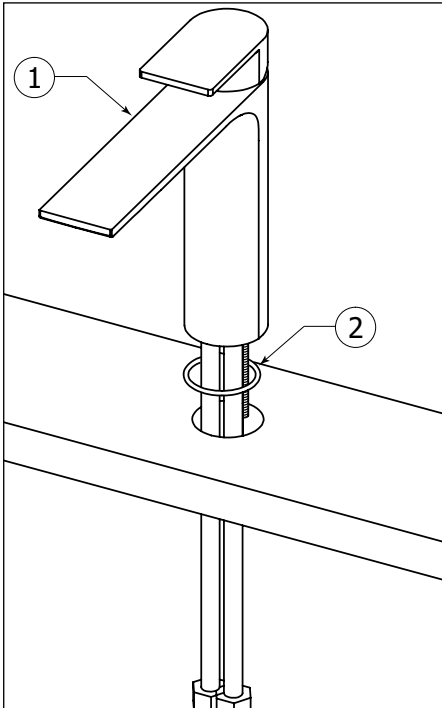

Fig.1
Place the rubber ring (2) against the faucet body and insert the faucet (1) into the hole of the basin or countertop as shown (Fig. 1).
Placez la bague en caoutchouc (2) contre le bec. Insérer le robinet (1) dans le trou du lavabo ou du comptoir tel qu'illustré (Fig. 1).